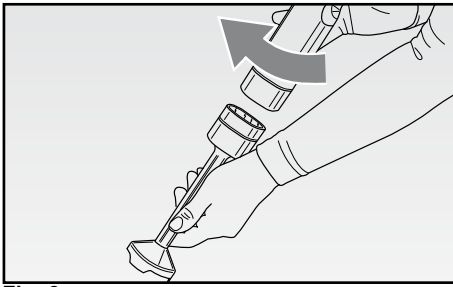

Fig. 2
- Montare il corpo motore (D) sul gambo (G): accostare le due parti e ruotare il corpo motore in senso orario fino ad udire lo scatto di avvenuto bloccaggio (Fig. 2).
- Il frullatore a immersione (G) è un apparecchio utile per la preparazione di salse, minestre, maionese e frappè.
- Montare il corpo motore (D) sulla frusta a filo (H): accostare le due parti e ruotare il corpo motore in senso orario fino ad udire lo scatto di avvenuto bloccaggio (Fig. 2).
- La frusta (H) serve per montare panna ed albumi e per impasti morbidi.